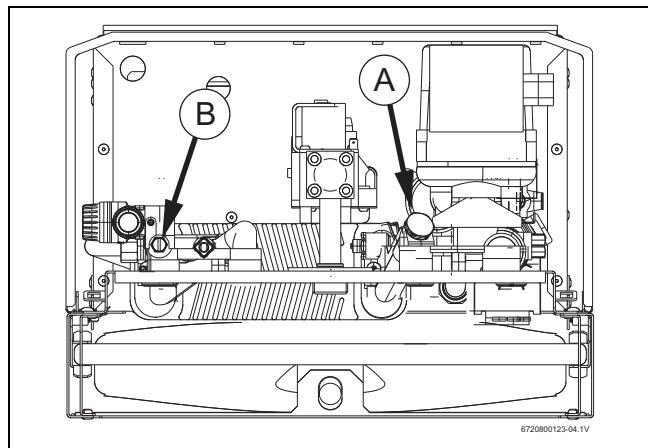

Рис. 27
- ▶ Снять крышку (рис. 27, положение А).
- ▶ Отвинтить винт для слива (рис. 27, положение В).